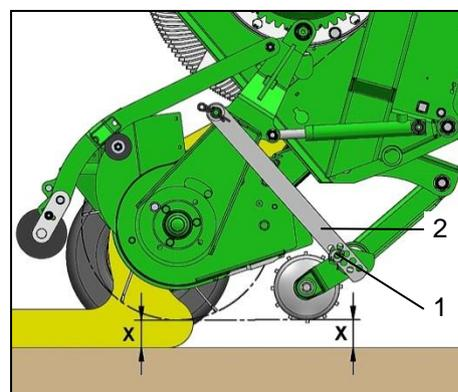

Bild 20: Tastrolle
- Entfernen Sie die Federvorstecker (Bild 20 / Pos.1) zum Sichern der Koppelstange (Bild 20 / Pos.2) auf beiden Seiten des Tastrollenrahmens.
- Lösen Sie auf einer Seite die Koppelstange (Bild 20 / Pos.2) vom Aufnahmebolzen.
- Halten Sie den Tastrollenrahmen hoch und lösen Sie die Koppelstange (Bild 20 / Pos.2) auf der anderen Seite vom Aufnahmebolzen.
- Verstellen Sie die Höhe der Tastrolle wie gewünscht und hängen Sie die Koppelstange (Bild 20 / Pos.2) in die jeweilige Bohrung an den Aufnahmebolzen ein.
- Hängen Sie die Koppelstange (Bild 20 / Pos.2) auf der anderen Seite in die jeweilige Bohrung an den Aufnahmebolzen ein.
- Sichern Sie die Koppelstange (Bild 20 / Pos.2) mit dem Federstecker (Bild 20 / Pos.1).